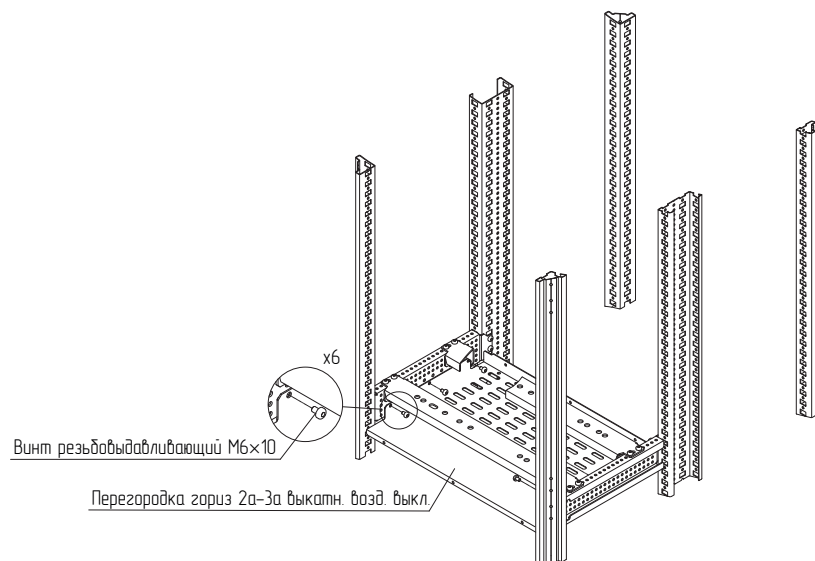

Рисунок 60
4.22.3 Установить перегородку горизонтальную 2а-3а выкатную воздушного выключателя (далее – перегородку горизонтальную) под комплект установочный ARMAT ACB (рисунок 60).